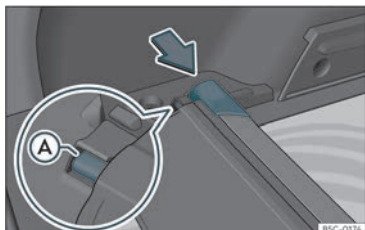

Fig. 121 Nel bagagliaio: alloggiamento per la riposizione del pianale avvolgibile.
• Spingere la testa del pianale avvolgibile nel senso della freccia fino a fissarla nell'apposito alloggiamento >>> fig. 121. Assicurarsi che il pattino (A) si adatti all'alloggiamento corrispondente.